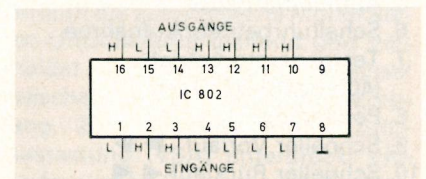

Bild 7 IC 802 bei Wiedergabe/Start
2.1.2 Pin 3 erhält über R 834, Pin 2 über R 832/D 824 „H“ von Pin 12 IC 803, die restlichen Eingänge bleiben „L“. Nur die Ausgänge Pin 14/15 gehen auf „L“. (**Bild 7**)